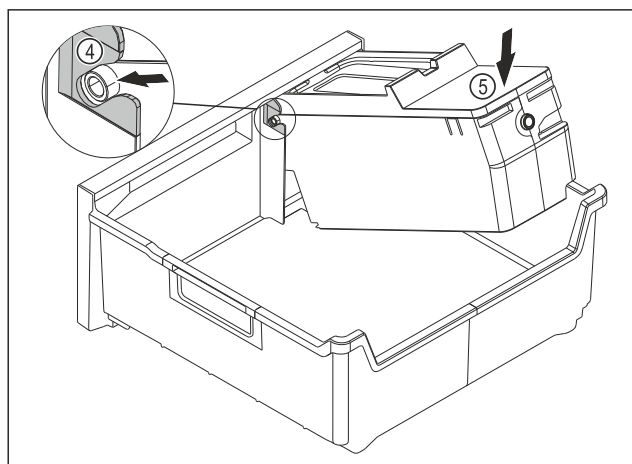

Fig. 125
- Смонтируйте корпус EasyTwist-Ice: Вставьте оси корпуса EasyTwist-Ice в направляющие Fig. 125 (4).
- Вдавите корпус EasyTwist-Ice Fig. 125 (5) вниз.